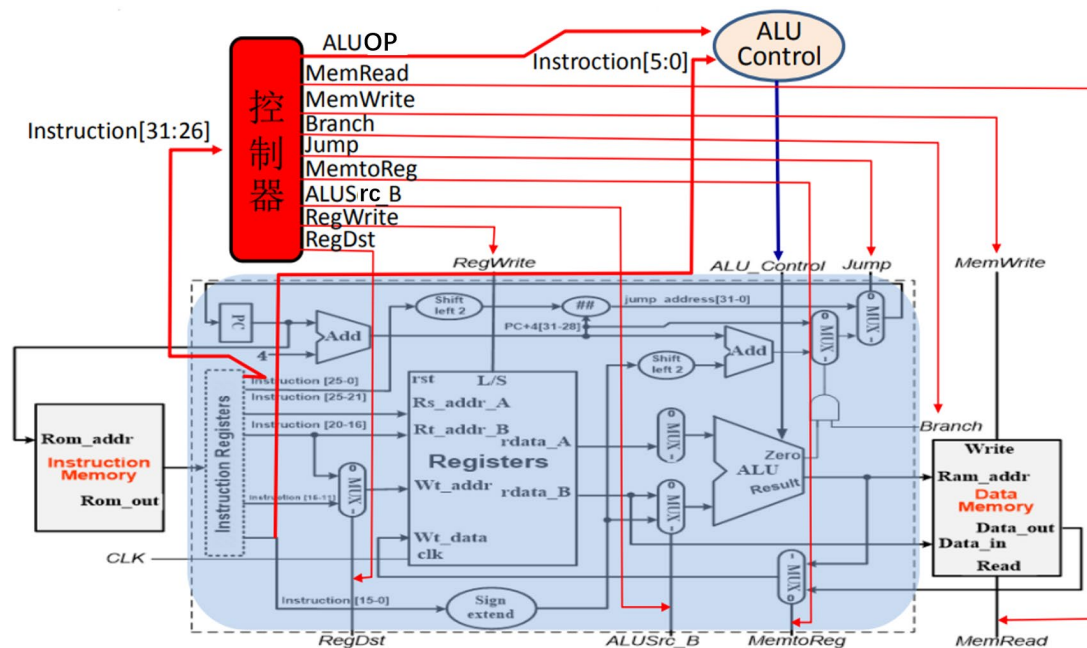

图 8.1 单周期 CPU 的结构
- 1、一个单周期 CPU 的硬件结构如图 8.1 所示。其中红色框内部分是控制器。
在图 8.1 中，控制器模块接收从指令存储器读出指令的机器码，根据指令机器码的高 6 位 instruction[31:26]进行译码后，生成控制信号 RegDst、RegWrite、ALUSrc_B、MemtoReg、Jump、Branch、MemWrite、MemRead、ALUOP。其中的控制信号 ALUOP 与指令机器码的低 6 位 instruction[5:0]联合起来，生成运算器运算类型相对应的控制信号 ALU_Control。